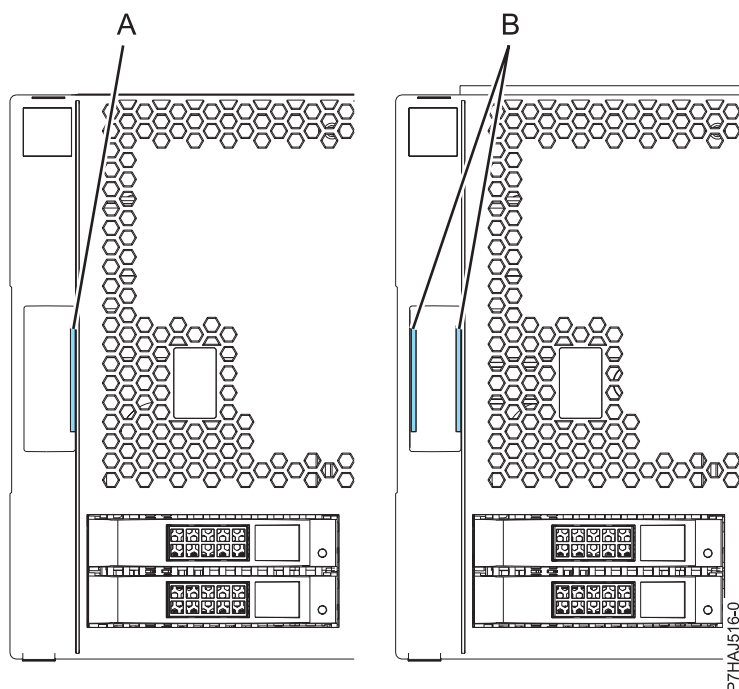

Figure 5. Identification des anciens et des nouveaux capots
Remarque : Les anciens capots (expédiés avant le 1er mars 2011) sont reconnaissables à la bande bleue unique (A) située sur les taquets du capot. Les nouveaux capots (livrés après le 1er mars 2011) possèdent deux bandes bleues (B). Voir figure 5.